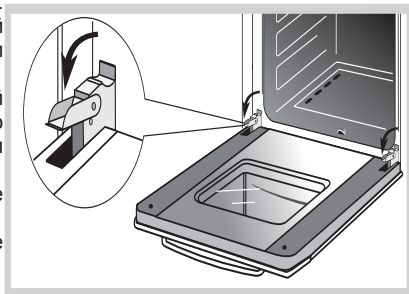

Рис.24
- поднимите и поверните до упора рычаги, расположенные на двух шарнирах (рис. 24),